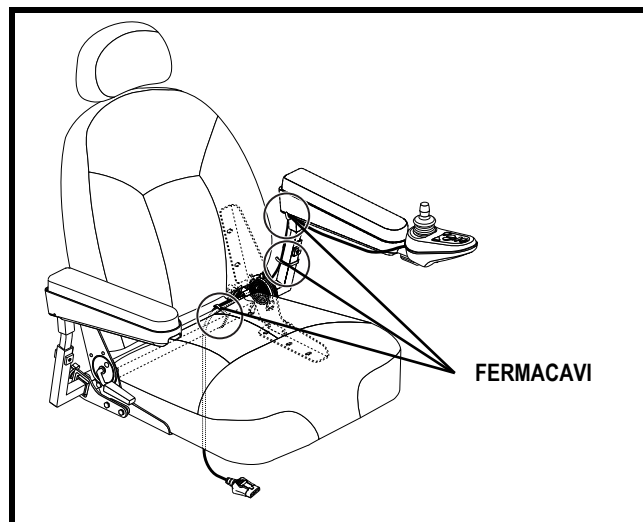

Figura 8. Select 6 con posizionamento del joystick con attuatore seduta elevabile
9. Indirizzare il cablaggio della centralina lungo il telaio del sedile e fissarlo con fascette. **Vedere figura 8.**